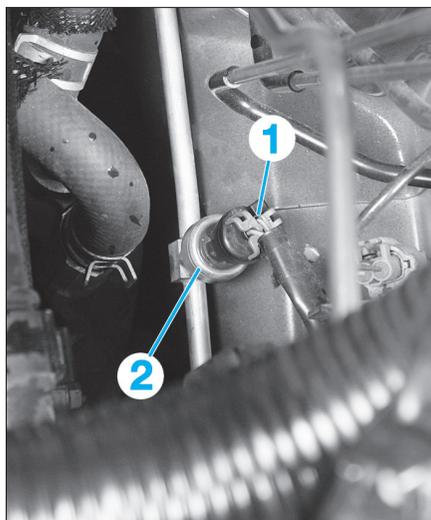

FIG. 24
- Débrancher le connecteur (1) du pressostat (**Fig.24**).
- Desserrer le pressostat (2) de la conduite de climatisation.